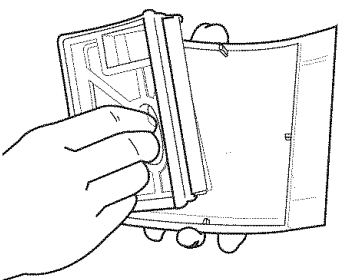

FIG. 15
**Step 2:** Remove filter frame from top filter cover (FIG. 15).
**Étape 2 :** Retirez le cadre du filtre du couvercle (FIG. 15).
**Paso 2:** Quite el armazón del filtro de la tapa del filtro de arriba (FIG. 15).